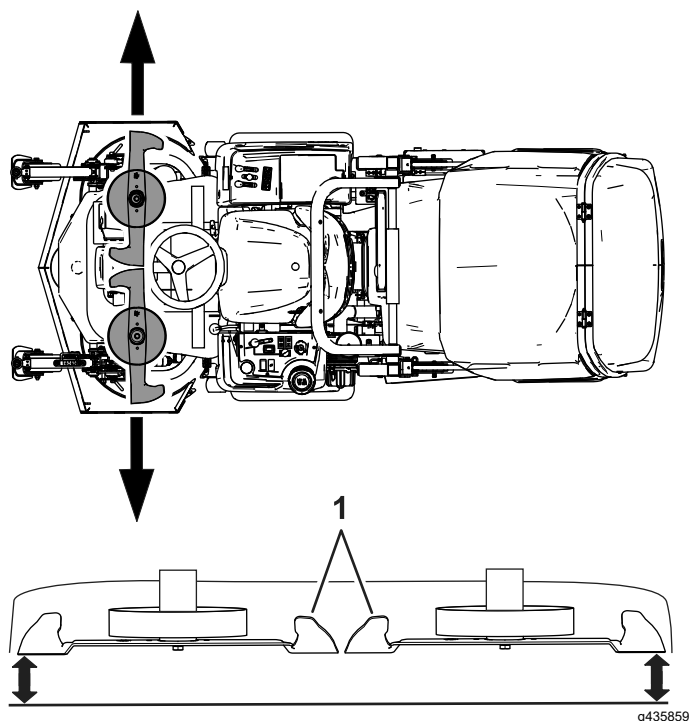

図 102
3. 片方のウイングブレードを一番外側の位置に出す 図 102。
4. 各ブレードの一番外側のエッジから床面までの高さを測る 図 102。
5. カuttingユニットの反対側のウイングブレードを一番外側の位置に出す 図 102。
6. ゲージブロックを使って、各ブレードの一番外側のエッジから床面までの高さを測る 図 102。
8. 刃の一番外側のエッジから平らな床面までの距離を測る図 102。